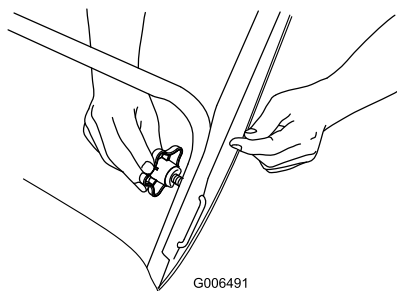

Figure 4
1. Dispositifs de blocage en "U" (2) 2. Boutons de guidon
2. Insérez le dispositif de blocage en "U" dans le trou libre du guidon et serrez fermement les boutons du guidon (Figure 4).